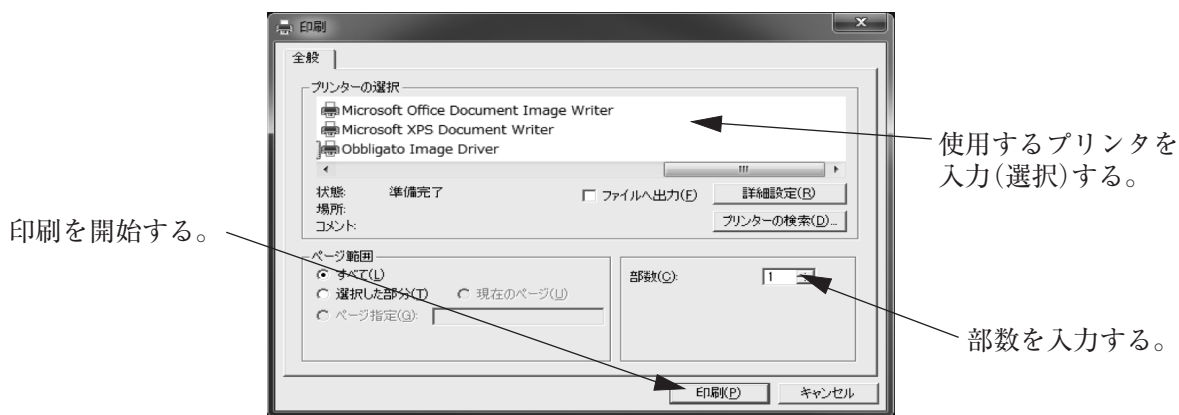

図68
- ① 画面上部メニューの「ファイル(F)」をクリックし、「印刷(P)」を選び、再度クリックします。予め「データベース画面」でデータを確認しておいてください。
- ② 図68のような画面が現れますので、使用プリンタ、部数などを入力し、「OK」ボタンをクリックします。この操作でパラメータ一覧を印刷することができます。